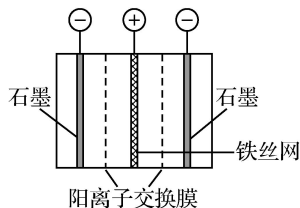

图 1
(2) [2025 南京、盐城一模]一种双阴极室隔膜电解  $\text{KOH}$  溶液制备  $\text{K}_2\text{FeO}_4$  的装置如图 1 所示。电解时, 阳极的电极反应式为\_\_\_\_\_。